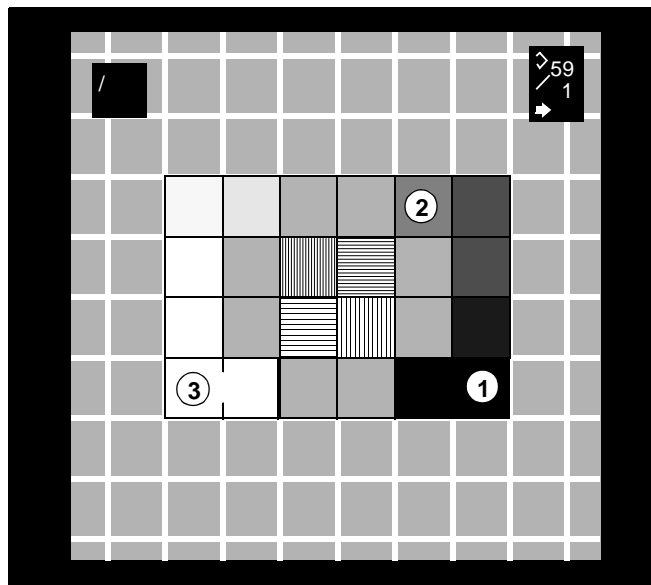

Fig. 1
- B so verändern bis der 40%-Grauwert (siehe Fig.1) den Schwärzungs-Sollwert D_{soll} (siehe Tabellen 3 bis 6) erreicht hat.